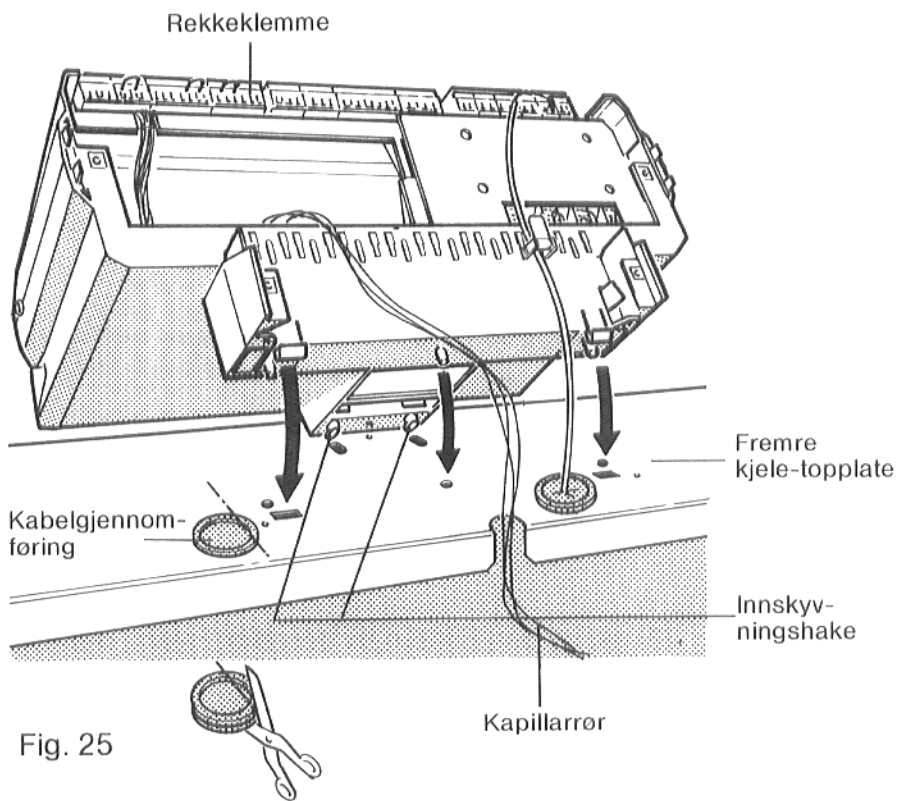
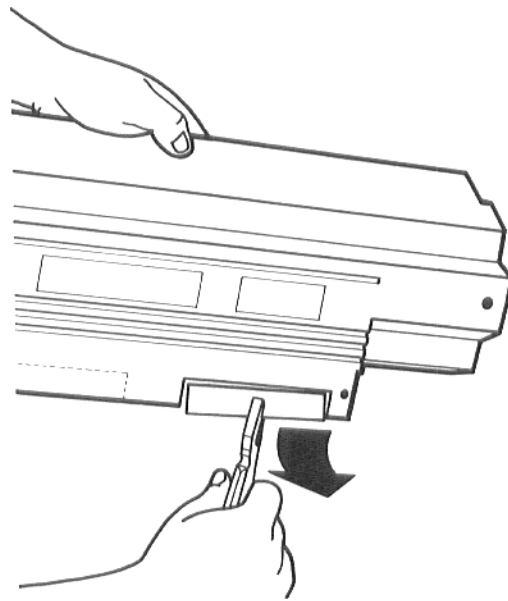

Fig. 25
Fig. 28
**Brennerkabelen** føres opp gjennom gummiforingen på fremre topp-plate (se også side 22, fig. 25).
- Sett kontrollpanelet slik på fremre topplate at innskyvningshakene (fig. 25) på undersiden av kontrollpanelet føres forfra inn i de ovale boringene på fremre topplate.
- Kontrollpanelet skyves fremover og trykkes samtidig nedover bak, til de to elastiske hakene går i inngrep i de bakre, firkantede utsparingene på fremre topplate (fig. 25).
- Kapillarrørene til temperaturføleren legges inn i utsparingen på fremre topplate (fig. 25).
Hvis ikke alle ledningene skal gå gjennom kabelgjennomføringene på fremre topplate (fig. 25), må utbrekkingsdelene i bakveggen på kabelgjennomføringen (på HS 3220) eller klemmedekslet (på HS 3320/3321) brykkes ut (fig. 28). Ledningene føres deretter inn i kontrollpanelet bakfra.